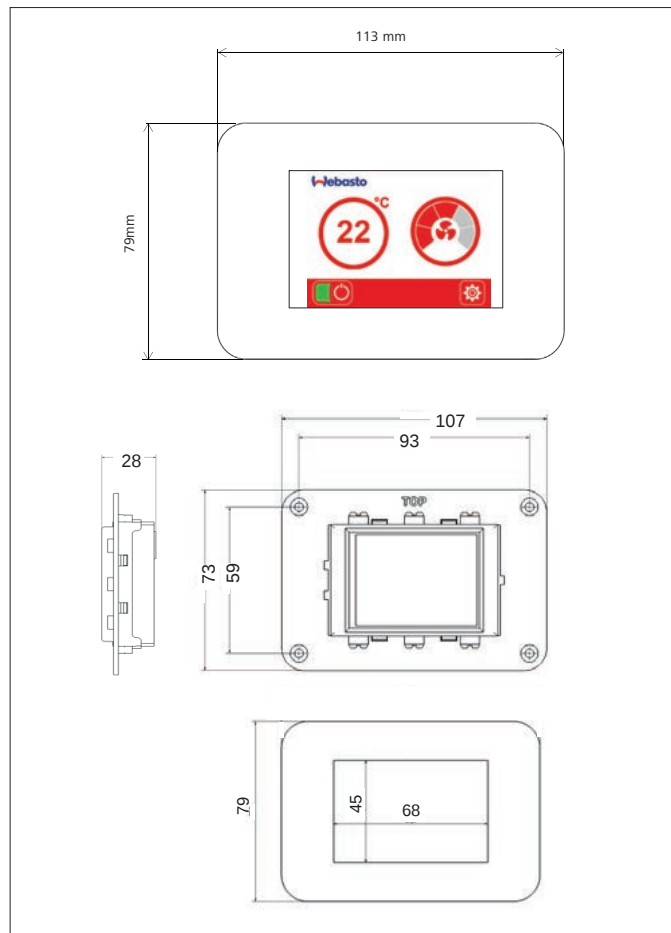

Fig.12 Montaggio BlueCool MyTouch
- Praticare un'apertura per il pannello di comando nella posizione di montaggio desiderata. Dimensioni apertura, v. Fig.12.